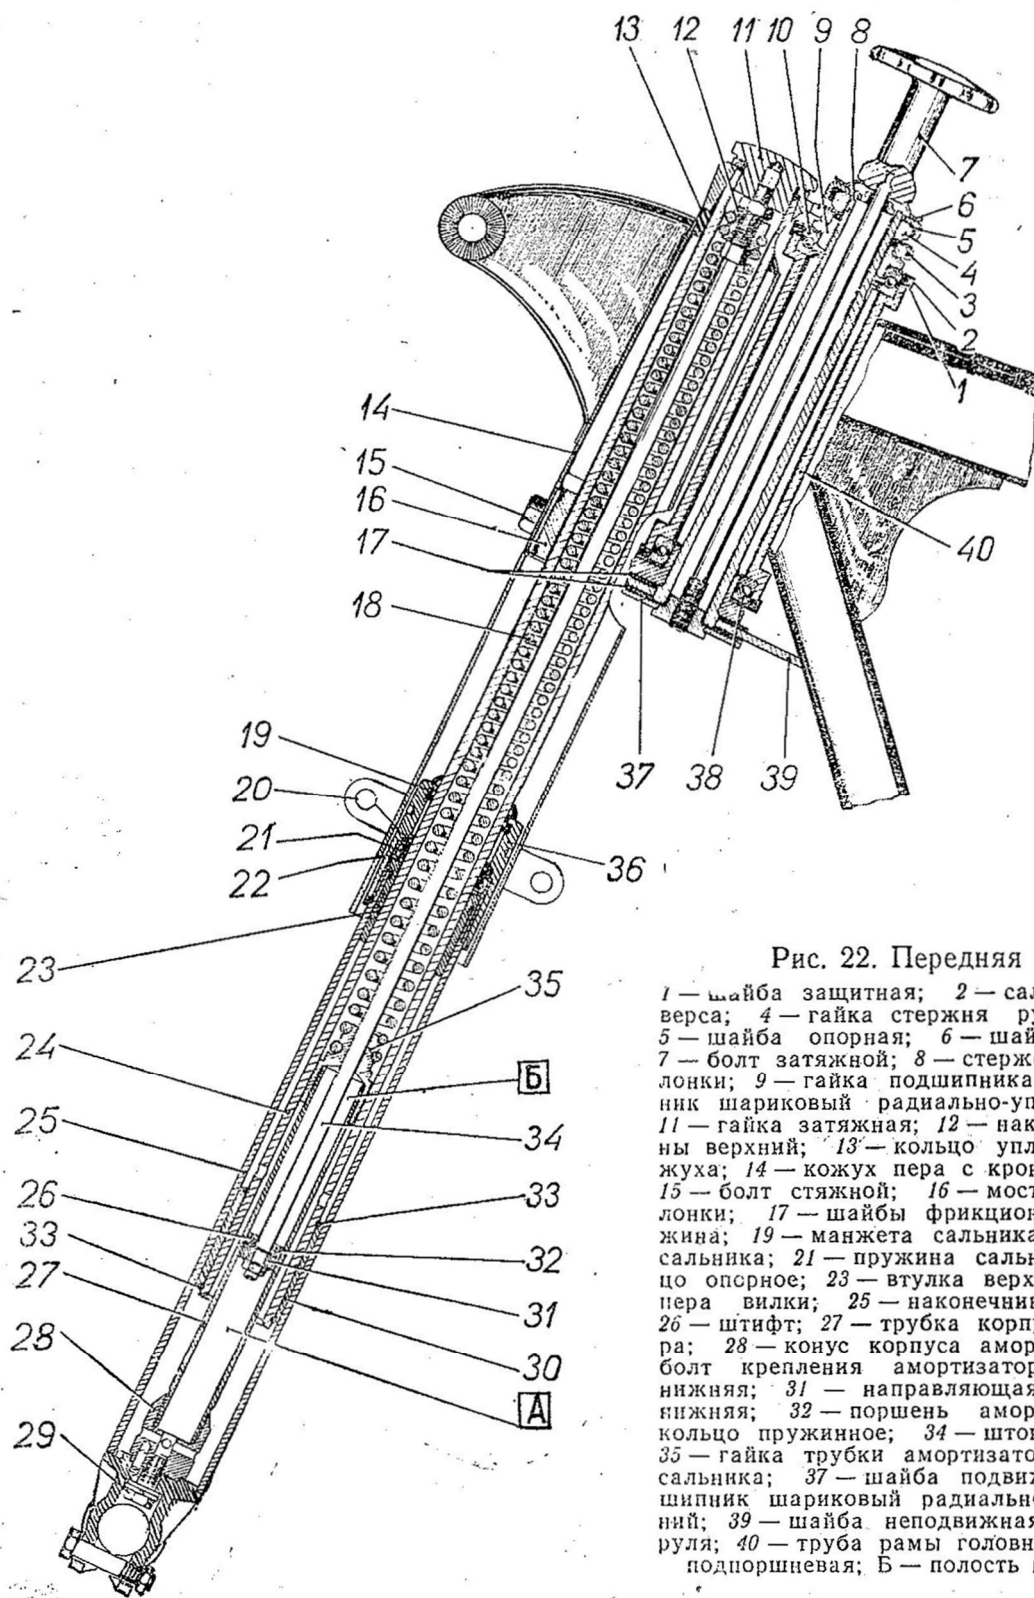

Рис. 22. Передняя вилка:
Передняя вилка телескопического типа с внутренними пружинами и гидравлическим амортизатором двустороннего действия (рис. 22) состоит из стержня 8 рулевой колонки с мостиком 16, траверсы 3, двух перьев с амортизаторами и амортизатора руля (демпфера).
**Амортизатор руля.** На мотоцикле установлен амортизатор фрикционного типа (см. рис. 22). Он состоит из двух стальных шайб, подвижной 37 и не-